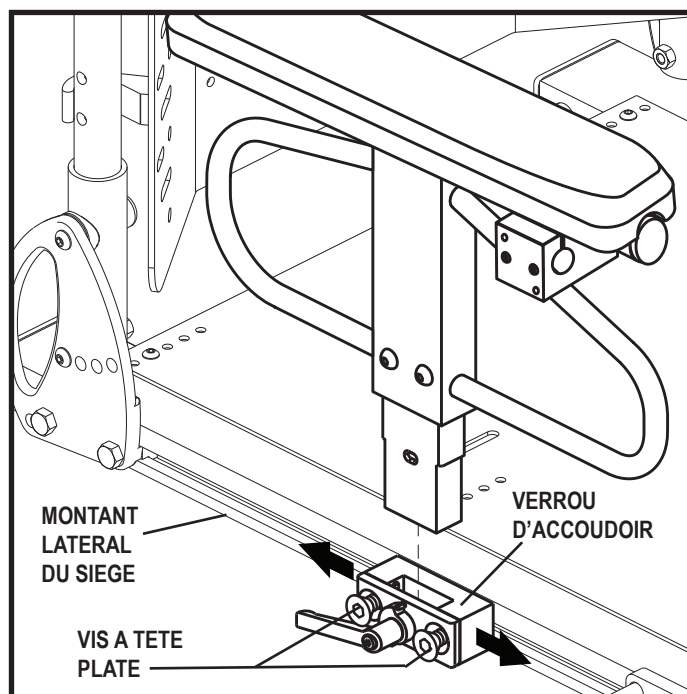

Figure 22. Réglage position accoudoir enfichable usage intense
2. Desserrez les vis à tête plate qui fixent le verrou de montage de l'accoudoir au montant latéral du siège. **Voir la figure 22.**
5. Installez le module d'accoudoir dans le verrou de montage. **Voir la figure 22.**